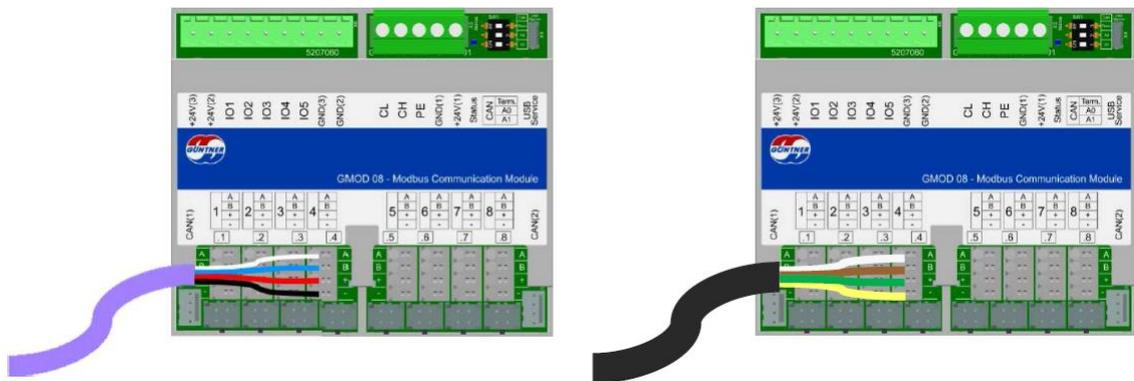

Figura 18: Conexión de ventiladores al GMMnext.
- El terminal KK conectado al módulo de comunicación presentado en la Figura 18 debe tener los cables CAN-H y CAN-L cortados y luego debe ser conectado al GMOD 08 en la parte inferior izquierda.
- Para transmitir la comunicación y alimentación hasta la pantalla externa, retire del módulo de comunicación los cables destacados en rojo en la Figura 18, y conecte éstos al borne superior el GMOD 08.